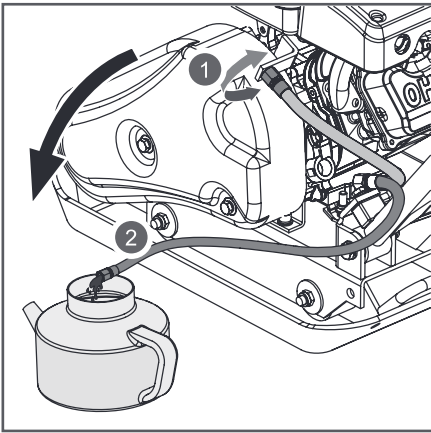

Рис. 19 Замена масла в двигателе
(1) Техническое обслуживание должно осуществляться более часто, при работе в пыльных условиях.
(2) Данный вид работ необходимо выполнять в авторизованном сервисном центре.
- Открутите соединительную гайку шланга для слива масла от кронштейна крепления и слейте отработанное моторное масло через шланг в подготовленную для этого емкость (Рис. 19).